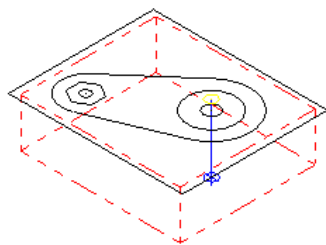

图 9.8.31 刀具路径
(8) 单击“2D 刀具路径-钻孔/全圆铣削 深孔钻-无啄孔”对话框中的 按钮，完成加工参数的设置，此时系统将自动生成图 9.8.31 所示的刀具路径。